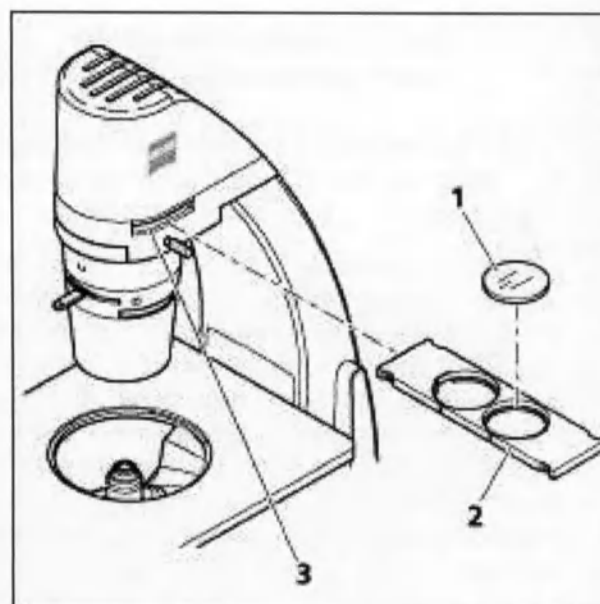

Рис. 5 Установка задвижки с фильтрами
- Вложите цветной фильтр (рис. 5/1) или интерференционный зеленый фильтр (диаметр  $d=45$  мм) в крепление задвижки для фильтров.
- Вдвиньте задвижку для 2х фильтров (рис. 5/2) слева направо в отверстие (рис. 5/3) в верхней части штатива и зафиксируйте в необходимом положении.